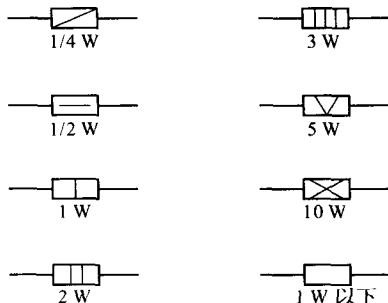

图 1-2 常用电阻额定功率表示法
(2) 电阻的额定功率:电阻在正常工作时允许消耗的最大功率叫做电阻的额定功率。电阻的额定功率与它所用材料和体积大小有关。一般说,线绕电阻的额定功率较大,体积大的电阻的额定功率也较大。在使用过程中电阻实际消耗的功率超过其额定功率,就会使电阻的温度升高而引起阻值的变化,严重时可能烧毁电阻。为了保证安全可靠,通常所用电阻的额定功率应比实际消耗的功率大 $100\% \sim 200\%$ ,电阻额定功率的标称值有 $1/8\text{ W}$ 、 $1/4\text{ W}$ 、 $1/2\text{ W}$ 、 $1\text{ W}$ 、 $2\text{ W}$ 、 $5\text{ W}$ 和 $10\text{ W}$ 等。常用电阻额定功率的表示法如图1-2所示。